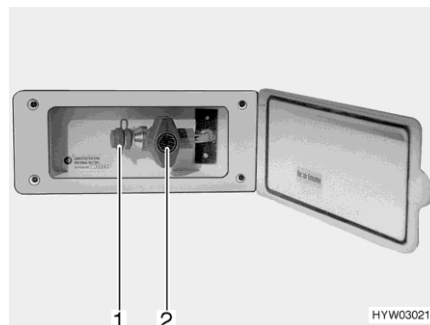

Fig. 63 Toma exterior de gas (válvula de paso de gas cerrada)
- Conectar el aparato de gas externo en el punto de conexión (Fig. 63,1).
- Abrir la válvula de paso de gas (Fig. 63,2).